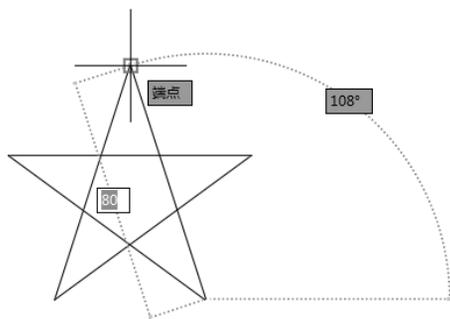

图 2-12 完成绘制
(6) 拖动鼠标, 直接捕捉 P1 点, 如图 2-12 所示。也可以输入长度为 80, 按 Tab 键切换到角度输入框, 输入角度为 108, 则完成绘制。